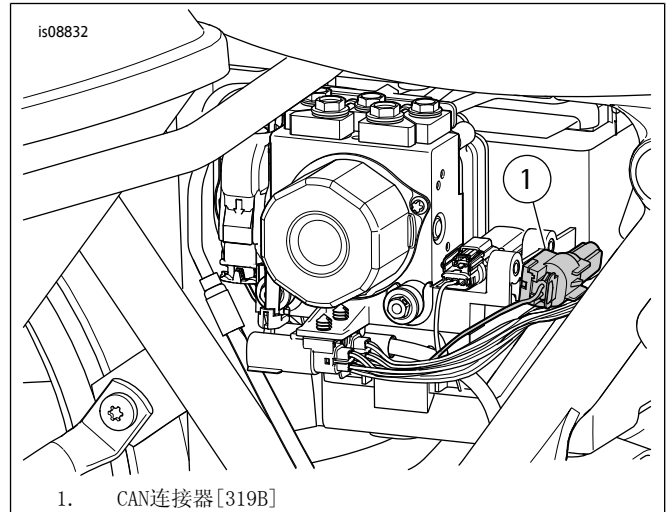

图3。CAN连接器[319B]，右侧盖下方
- c. 参见图3。在左侧盖下方找到两路Delphi CAN连接器[319B]（1）。